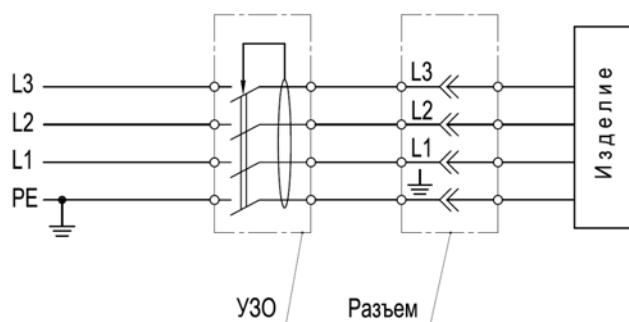

Рис. 1 Схема подключения УЗО
- В целях обеспечения безопасности при работе с изделием от поражения электрическим током рекомендуется осуществить подключение через "Устройство защитного отключения" (УЗО). УЗО установить в распределительном щите. Схема подключения УЗО дана на рис.1. Параметры УЗО даны в таблице 2.